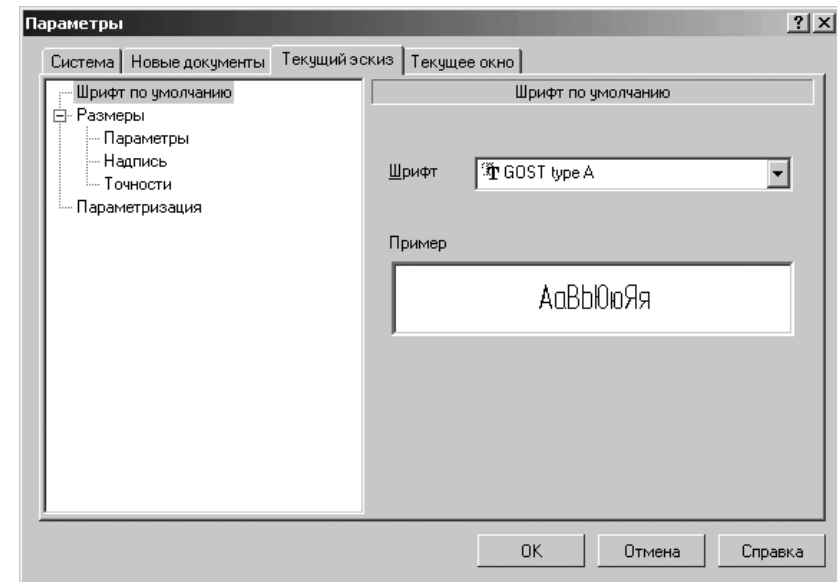

Рис. 10.100. Диалоговое окно **Параметры** с открытой вкладкой **Текущий эскиз**
- щелкните в выпадающем меню по пункту **Параметры**. Появится диалоговое окно **Параметры** с открытой вкладкой **Текущий эскиз**, показанной на рис. 10.100.